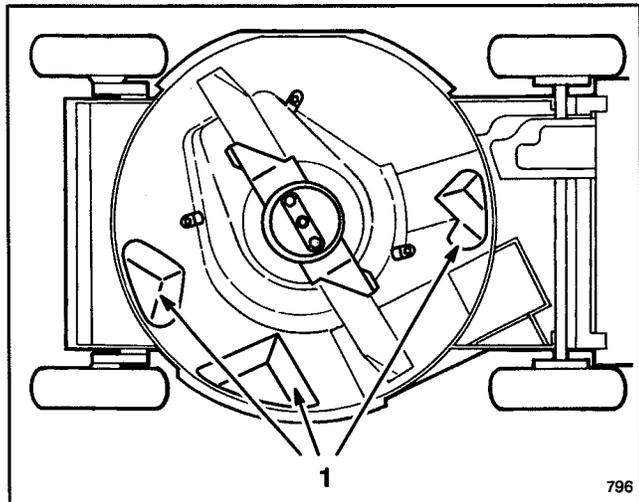

Figure 32
Le dessous de la tondeuse doit rester propre. Veiller particulièrement à débarrasser les déflecteurs de tout débris (Fig.32).
3. Basculer la tondeuse sur son côté droit (Fig. 32).